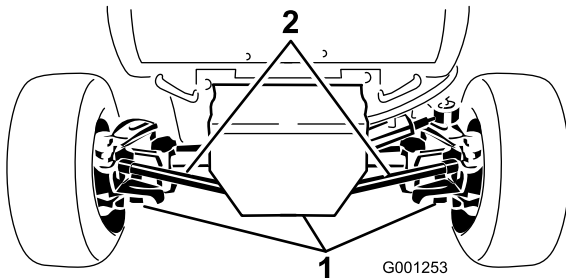

Figura 64
2. Pulite le aree attorno ai 3 tappi di spurgo (Figura 64).